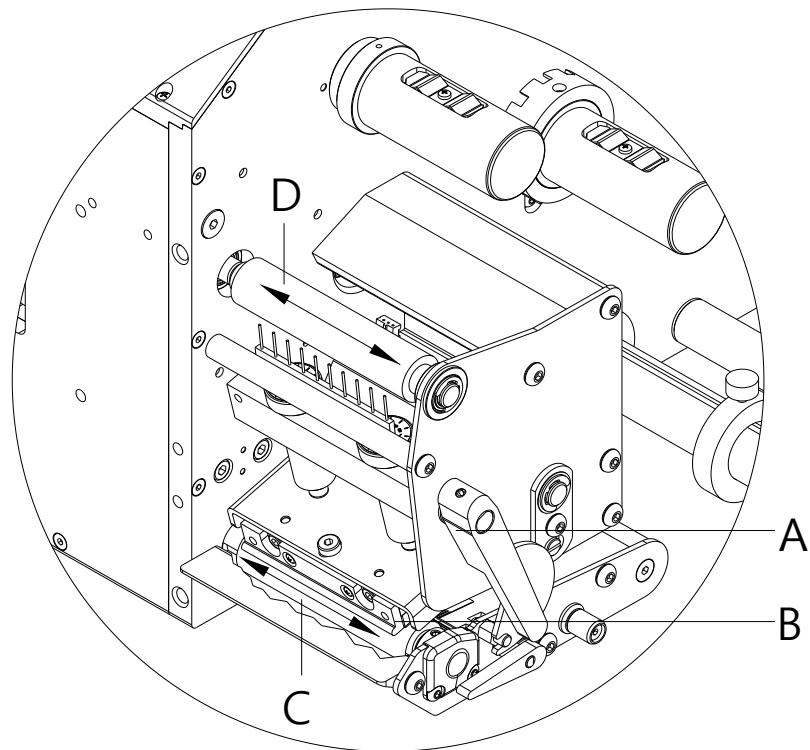

Figure 3
1. Tourner le levier (A, Figure 3) en sens inverse des aiguilles d'une montre pour déverrouiller la tête d'impression.
6. Pour fermer la tête d'impression tourner le levier (A, Figure 3) dans le sens des aiguilles d'une montre jusqu'à ce qu'il engage.
1. Tourner le levier (A, Figure 3) dans le sens inverse des aiguilles d'une montre pour déverrouiller la tête d'impression.
3. Souffler la cellule (A) avec un spray à gaz naturel comprimé.
4. La cellule (A) peut aussi être nettoyée avec une carte à nettoyer (B) imbibée d'avant d'alcool pur. Pousser la carte à nettoyer en avant et en arrière (voir illustration).